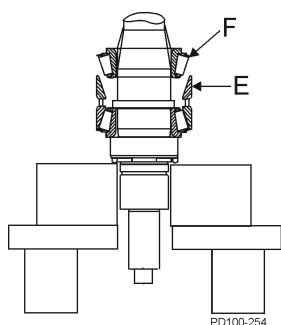

Figura 51 - Copa superior y cono superior
7. Coloque la copa superior (Figura 51, artículo E) encima del espaciador externo.
8. Lubrique el cono superior restante y el conjunto de rodillo (Figura 51, artículo F) con aceite o grasa y deslícelo sobre el eje con el radio del rodillo hacia arriba. Presione sobre el eje y en la copa superior.